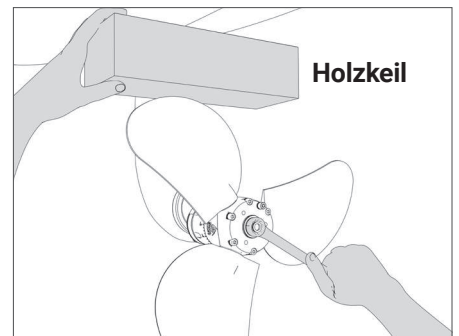

ABB. 3 Blockieren der Drehung
- Um ein Verbiegen der Propellerblätter beim Drehen zu vermeiden, drehen Sie die Blätter vorsichtshalber in die Schubposition (nicht in Segelposition) und blockieren Sie die Drehung mit einem Holzkeil zwischen dem Propellerblatt und dem Bootsrumpf. (**Abb. 3**).